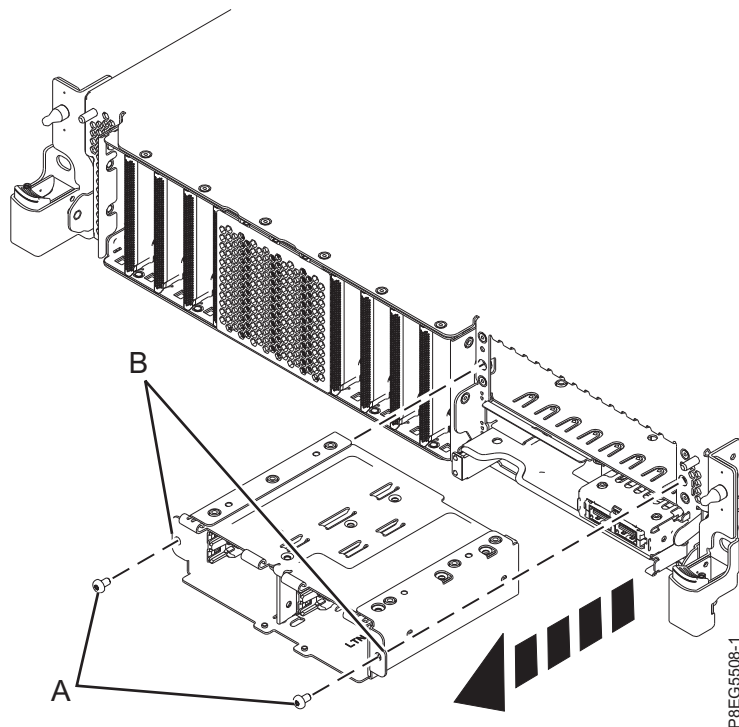

Figura 13. Cómo extraer el receptáculo de SSD parcialmente
15. Quite los tornillos (A) del receptáculo de SSD. Deje las SSD completamente insertadas en el receptáculo. Sujete los rebordes de montaje (B) y deslice el receptáculo de SSD lo suficiente para evitar que las patillas de la parte posterior del receptáculo interfieran con la extracción de la placa posterior de la unidad de disco. Consulte la Figura 13 en la página 17.